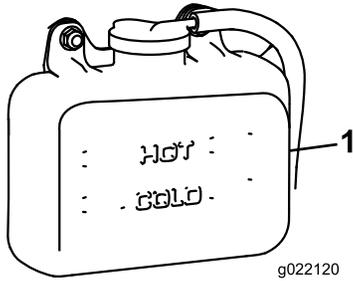

Figure 77
1. Vérifiez le niveau du liquide de refroidissement dans le vase d'expansion (Figure 77).